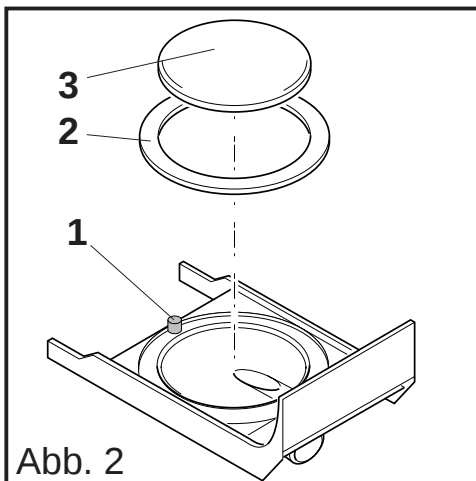

Abb. 2
- Mit dem Auswerferstift (1) den Dichtungsring (2) und die Siebplatte (3) herausdrücken. (Abb.2)
- Dichtungsring (2) und Siebplatte (3) in heißem Wasser reinigen. (Abb.2)
- Brühzylinder vorn unten anheben, aus der Verriegelung ziehen, nach unten absetzen und nach oben vorne herausnehmen. (Abb.2)
- Kolben (1) nach unten aus dem Brühzylinder (2) entfernen. (Abb. 2)
- Kolben (1) in den Brühzylinder (2) einsetzen und bis zum Anschlag waagrecht nach oben durchschieben. (Abb. 2)